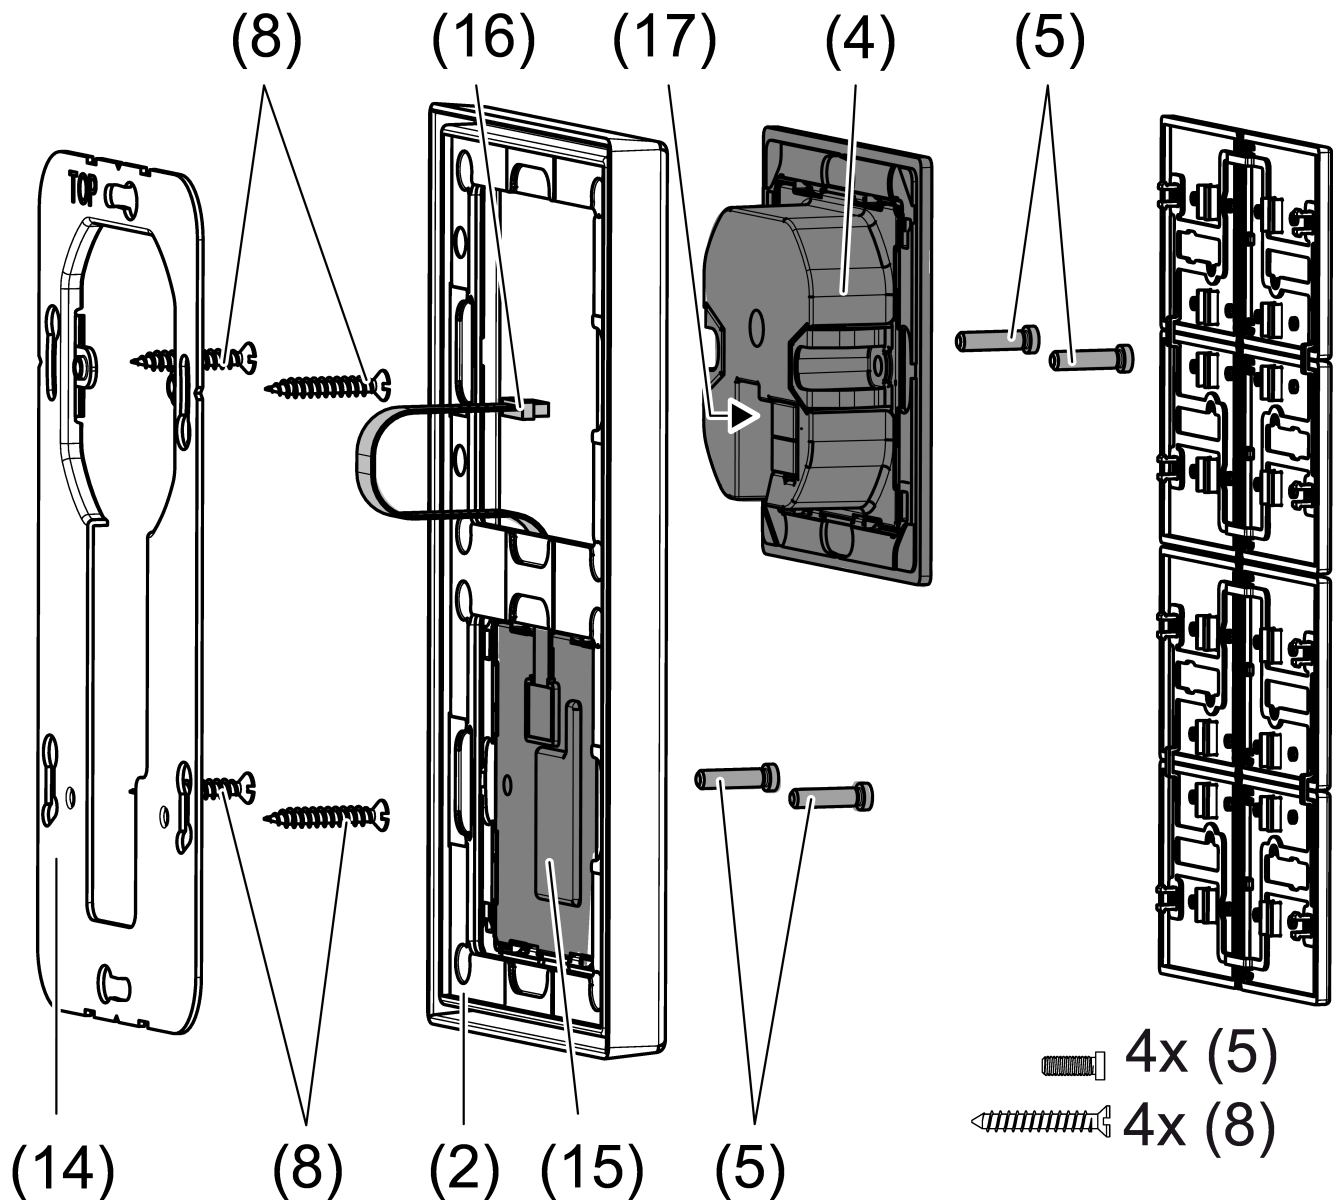

Bild 6: Montage mit Tastsensor-Erweiterungsmodul
Bei Verwendung des Tastsensor-Erweiterungsmoduls (siehe Bild 6): Bevorzugte Montage senkrecht. Großen Tragring (14) verwenden. Bei Montage auf nur einer UP-Dose die unteren Schrauben in der Wand versenken, z. B. mit Bohrung $\varnothing 6 \times 10$ mm. Tragring als Schablone verwenden.
- Tragring (1) bzw. (14) lagerichtig auf eine Gerätedose montieren. Kennzeichnung TOP = oben beachten; Kennzeichnung A oder B vorne. Dosenschrauben (8) verwenden (siehe Zubehör).
- Rahmen (2) auf Tragring stecken.
- Tastsensor-Erweiterungsmodul (15) vorzugsweise unterhalb montieren. Anschlussleitung (16) zwischen Tragring und Zwischensteg führen.
- Tastsensor-Erweiterungsmodul: Anschlussleitung (16) lagerichtig in Steckplatz (17) im Tastsensor-Modul einsetzen. Anschlussleitung nicht quetschen (siehe Bild 6).
- Tastsensor-Modul (4) mit KNX-Anschlussklemme (7) an den KNX anschließen und auf den Tragring stecken.
- Tastsensor-Modul(e) optional mit Kunststoffschrauben (5) (siehe Zubehör) am Tragring befestigen. Die Kunststoffschrauben nur leicht anziehen.
- Vor Montage der Tasten (6) die physikalische Adresse in das Gerät programmieren.